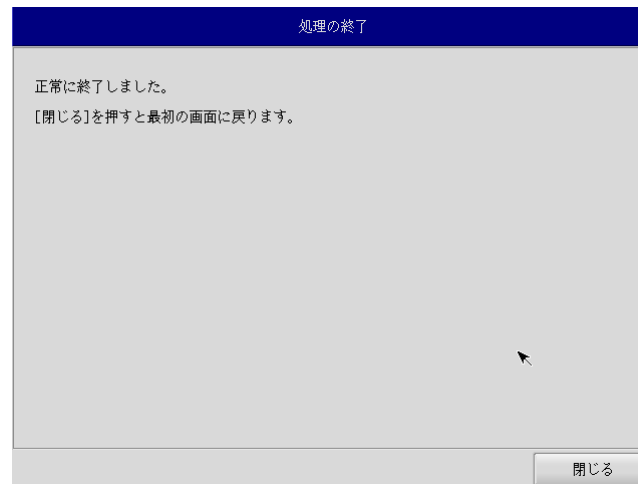

図 6-4-6. 終了画面
- ⑪ 終了画面（図 6-4-6）が表示されるとシステム復旧作業は完了です。電源を落として DVD ドライブ、保存メディアを外します。